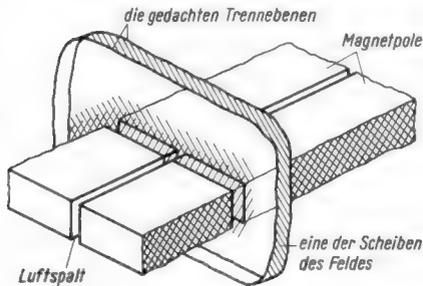

Bild 1
2. Für den Fall des vorigen Beispiels sei nun der Querschnitt sehr lang gestreckt. Die Abmessungen mögen 0,5 cm × 30 cm betragen. Für einen solch langgestreckten Querschnitt ist die Magnetfeldstreuung an den langen Polkanten keinesfalls mehr vernachlässigbar. Glücklicherweise dürfen wir das Feld im Luftspalt als paralleles betrachten und zwar derart, daß es fast durchweg senkrecht zu den langen Polkanten in gleichwertige Scheiben aufgeteilt werden kann (Bild 1). Die Endscheiben sind den inneren Scheiben wohl nicht gleichwertig. Dies spielt aber